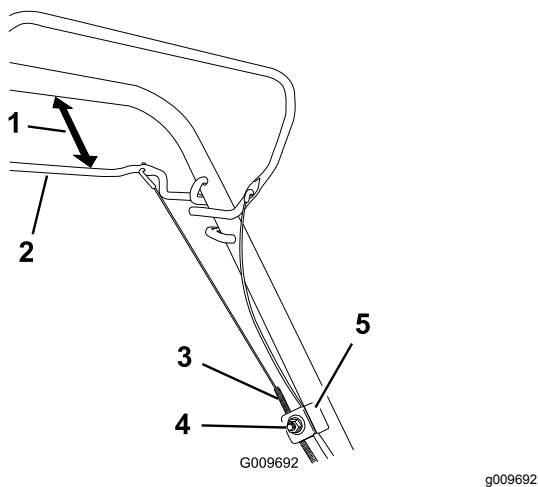

Figura 33
1. Desaperte porca de suporte do cabo (Figura 33).
2. Segure a barra da transmissão autopropeulsora 25 a 38 mm do manípulo (Figura 33).
3. Puxe o invólucro do cabo (para máquina) até não haver folga no cabo (Figura 33).